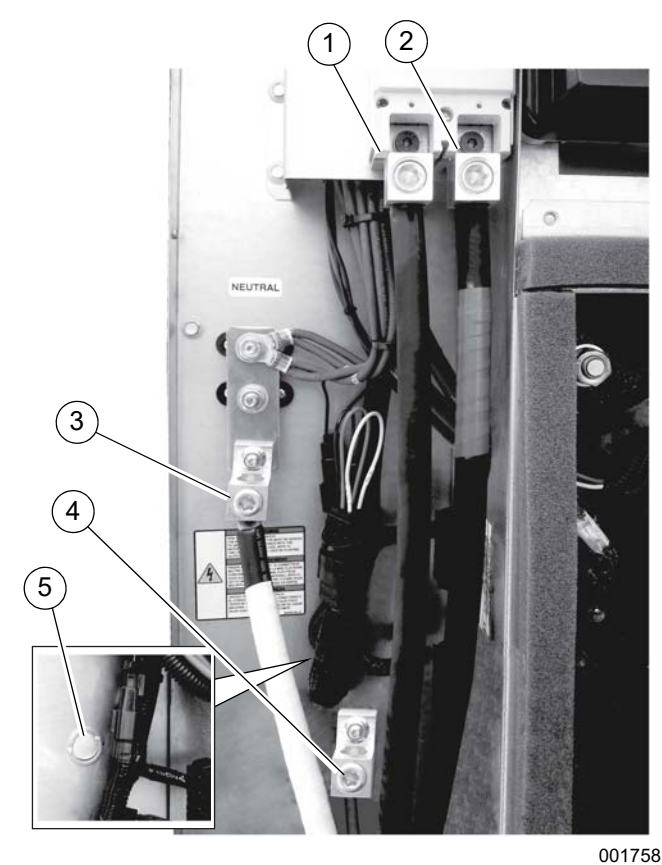

Рис. 5-1. Соединения высокого напряжения (типовые)
1. См. Рис. 5-1. Подсоедините проводники генераторной установки к автоматическому выключателю (разъединителю).